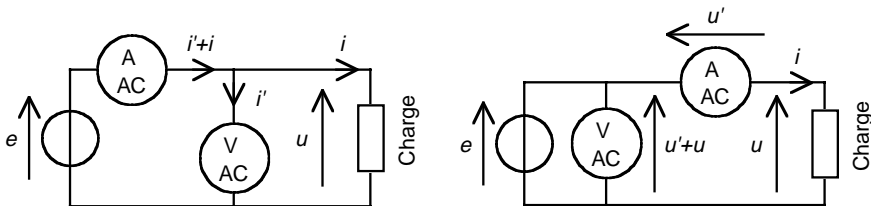

Figure 2.4 Mesures de U_{Eff} et I_{Eff} ; $e = E_{\text{Max}} \cos(\omega t)$
- Un voltmètre AC (Alternative Current) placé en parallèle ou dérivation (Fig. 2.4) permet de mesurer la valeur efficace de la tension.
- Un ampèremètre AC placé en série (Fig. 2.4), permet de mesurer la valeur efficace de l'intensité d'un courant.